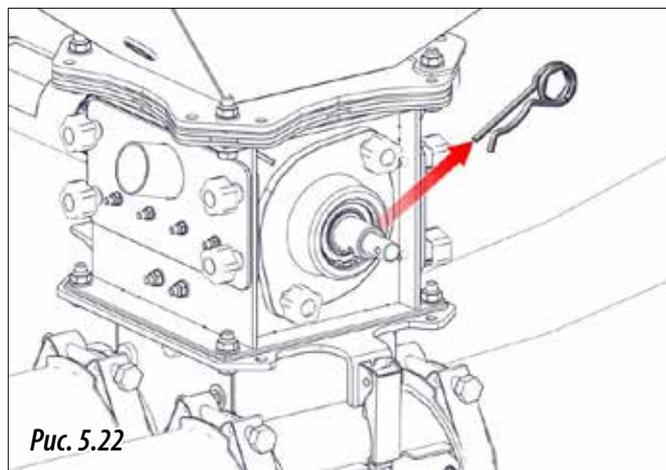

Рис. 5.22
- 5- Извлеките штифт «R» (рис. 5.22).